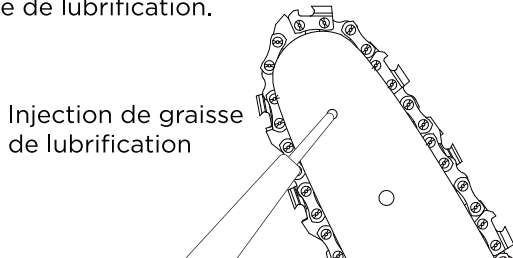

Fig. 28
2. À l'aide d'un pistolet à graisse, insérez la pointe du pistolet dans l'orifice de lubrification et injectez de la graisse jusqu'à ce qu'elle apparaisse sur le bord extérieur de la pointe du pignon. (Fig. 28)